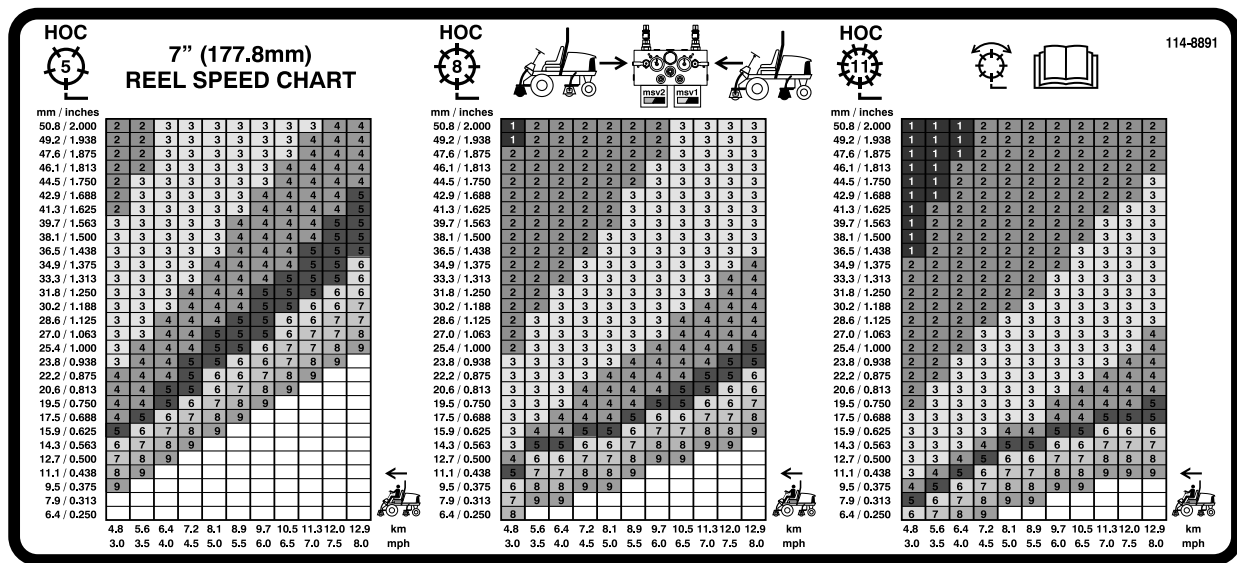
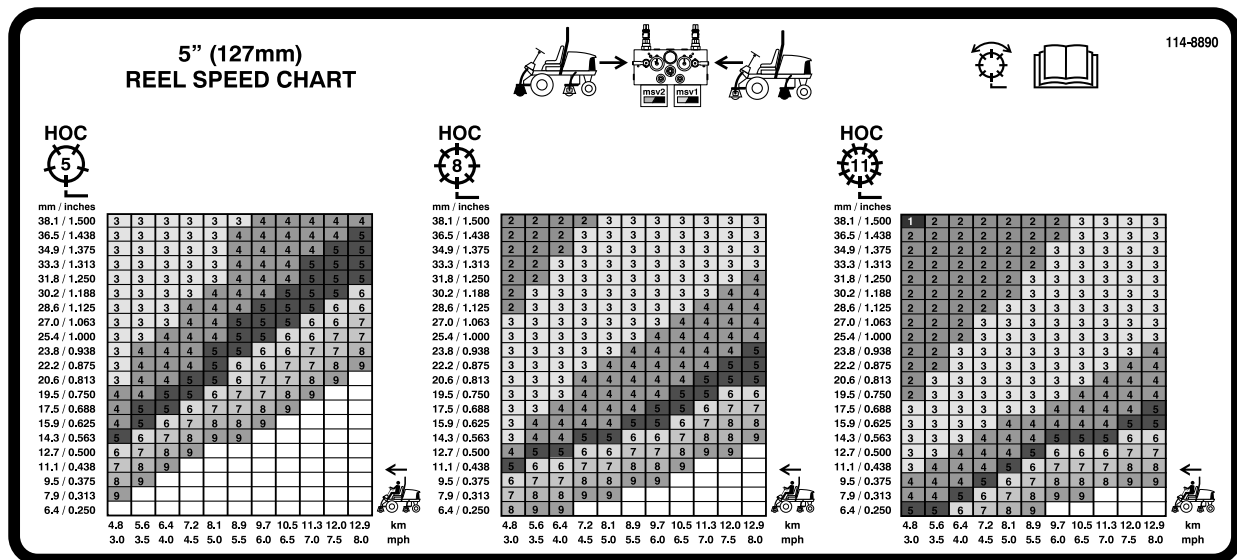

Figure 38
Figure 39
3. Utilisez le graphique approprié sur l'autocollant 110-0996 (Figure 38) pour le Reelmaster 5510 & 5610 avec plateaux de coupe de 17,8 cm [7 pouces], ou l'autocollant 110-8923 (Figure 39) pour le Reelmaster 5210 & 5410 avec plateaux de 12,7 cm [5 pouces], afin de déterminer le réglage de vitesse des cylindres correct.